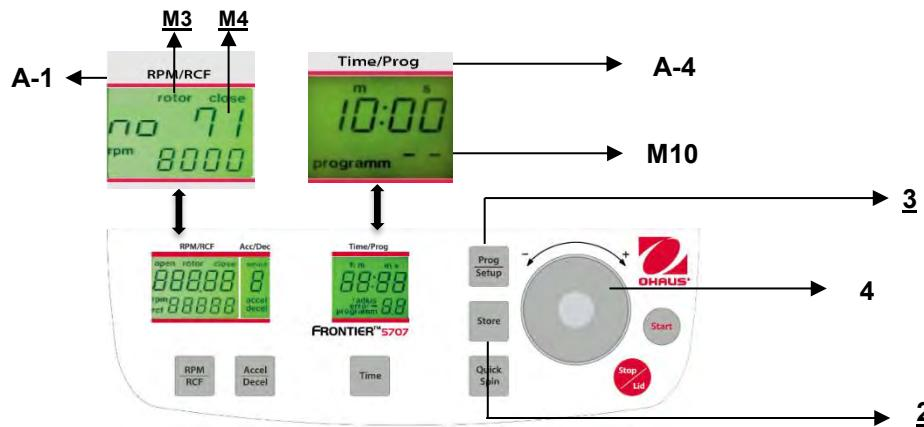

Figura. 23
Para recuperar programas almacenados, presione el botón "**Prog/Setup**" (3) (vea la Figura 23) mientras la tapa está cerrada. En la pantalla "**Time/Prog**" (A-4) aparece "**programm -**"(M10). El número de programa deseado puede preseleccionarse con el dial de ajuste (4).
Para salir del modo de programa, solo presione el botón "**Prog/Setup**" (3) (vea la Figura 23). Entonces, dentro de la pantalla "**Time/Prog**" (A-4) aparece la palabra "**programm**" (M10).